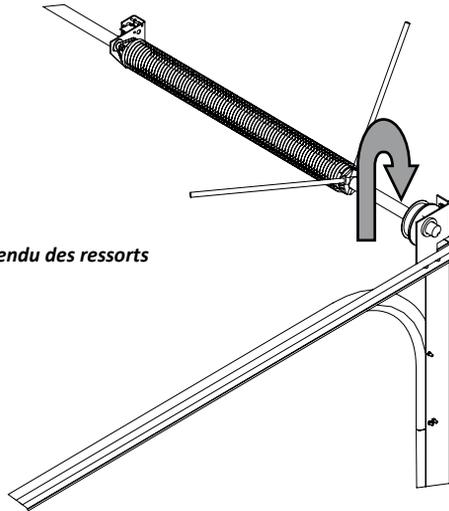

Fig.20 Tendu des ressorts
- a) Tracez un trait sur le mandrin de torsion pour connaître le nombre de tours donnés (voir fig.20)